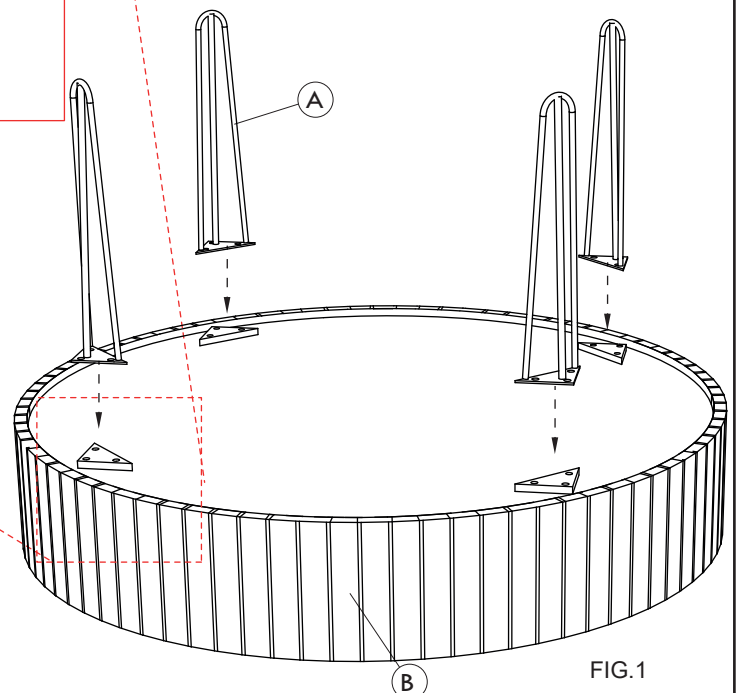

FIG.1
- 1.- PLACE THE TOP OF THE ROUND END TABLE (C) UPSIDE DOWN OVER A CLEAN SURFACE
- 2.- PLACE THE METAL LEGS (A) IN THE HOLE OF THE BASE (B) AS SHOWN IN FIG. 1.